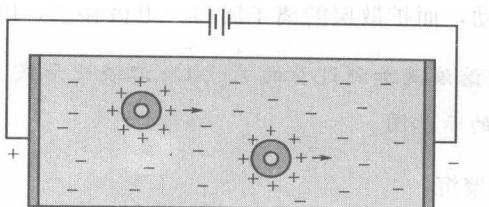

图 1-8 电泳现象
① 电泳 在外加电场下，胶体粒子在分散介质中，向带异性电荷的电极作定向移动，这种现象称为“电泳”。如图 1-8 所示。